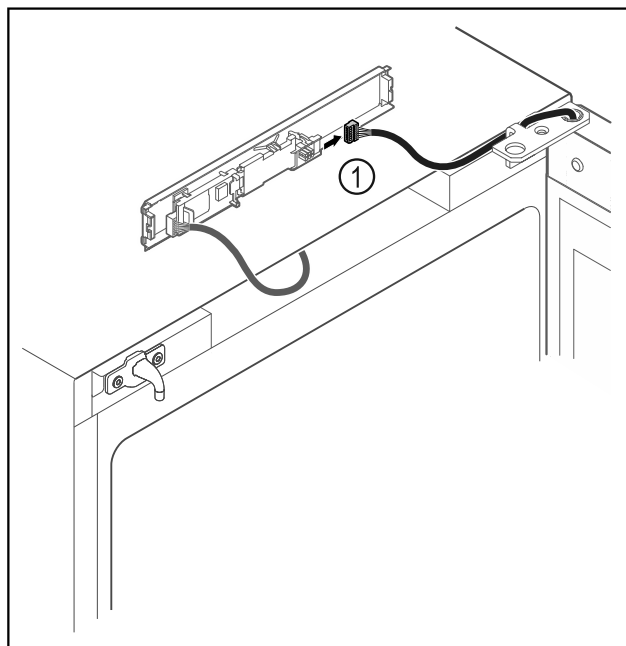

Fig. 13
- ▶ Træk stikket ud af Fig. 13 (1) printkortet.